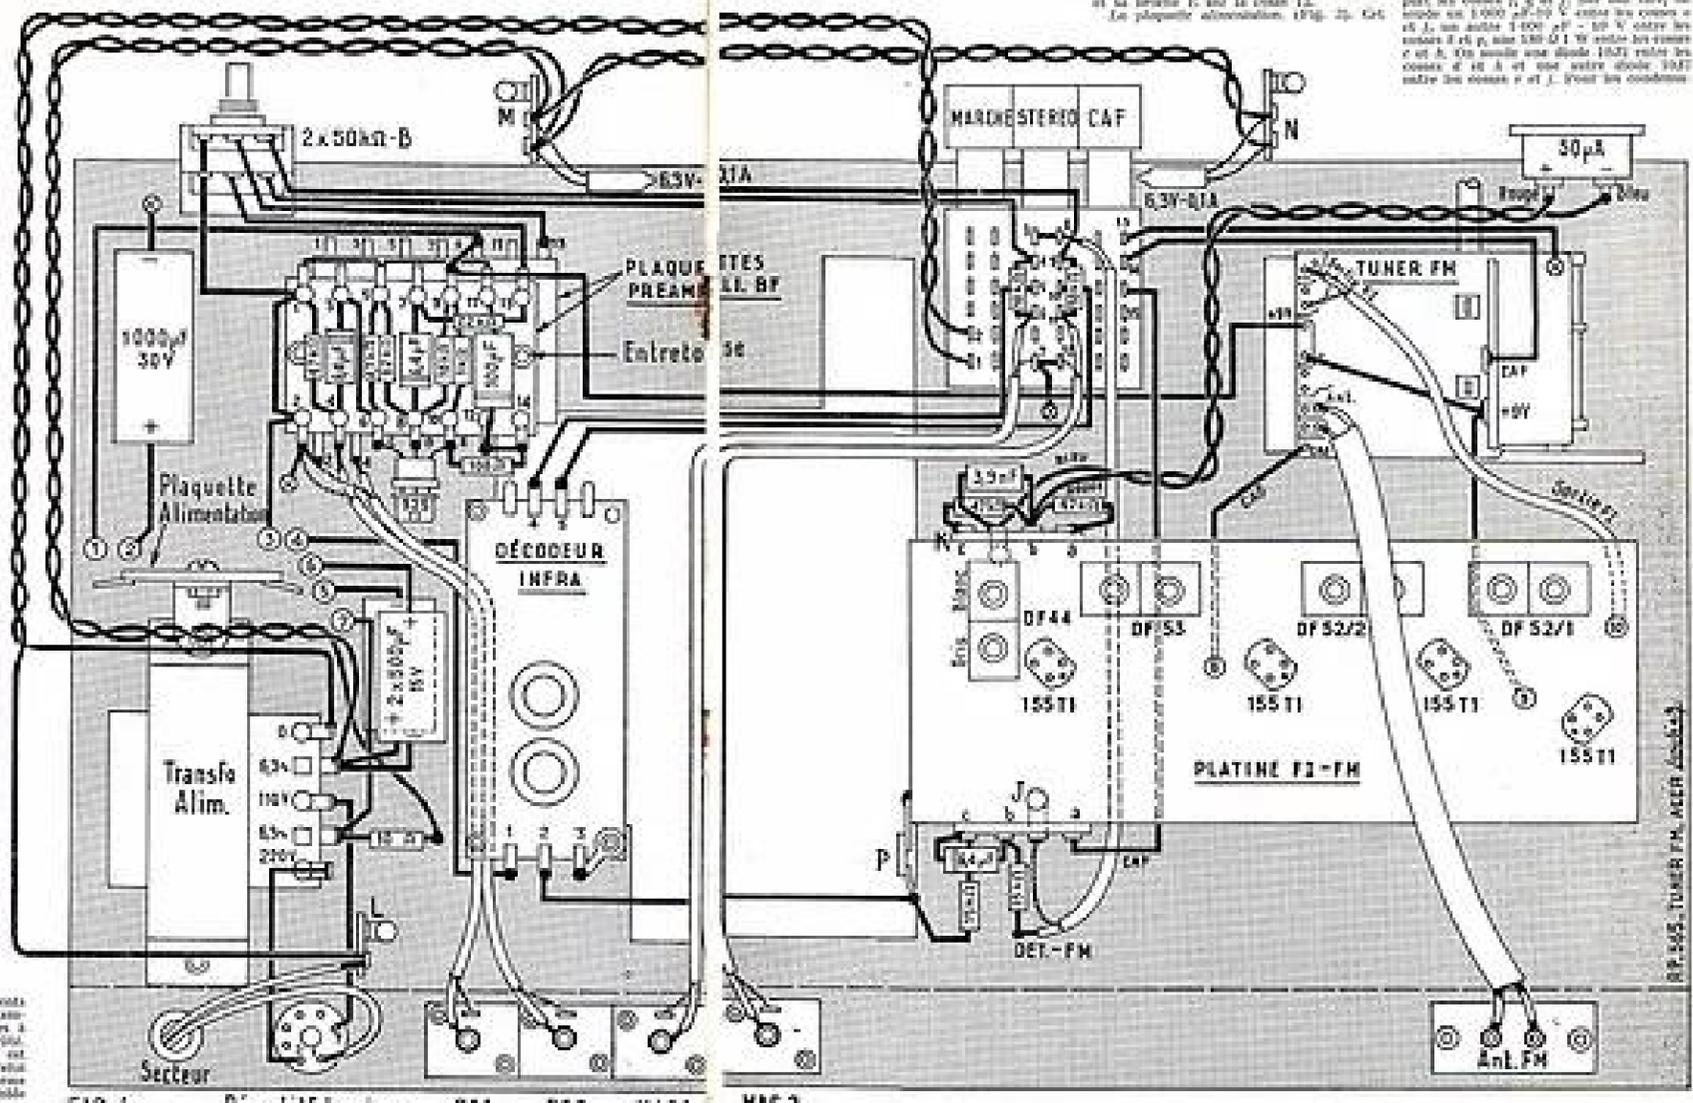
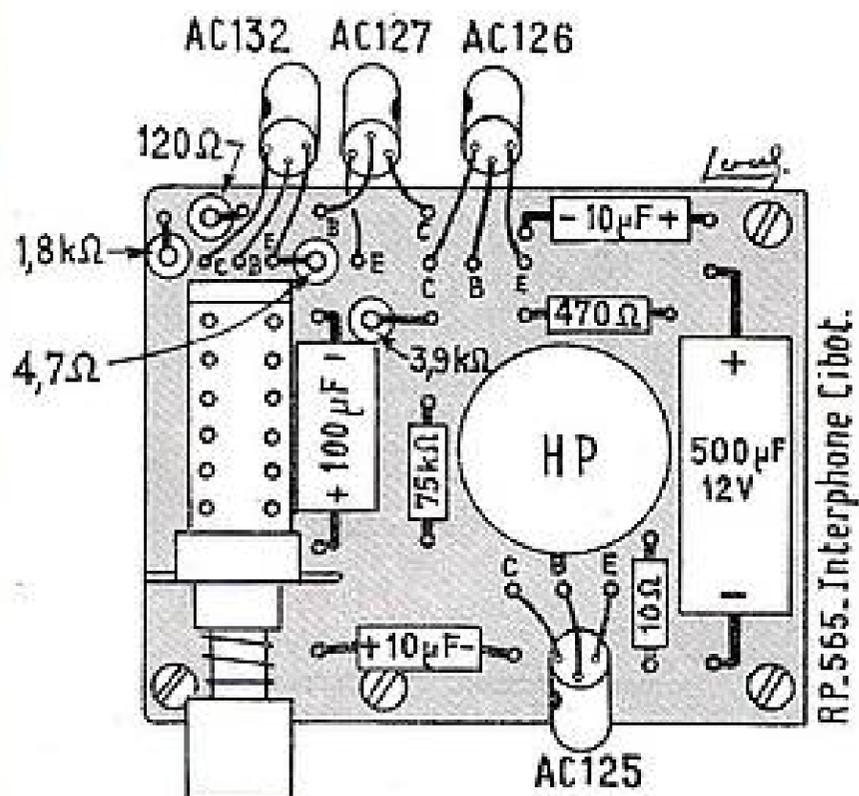

FIG. 4 Répartit. tensions BF 1 BF 2 HAG.1 HAG.2
FIG. 2. — Poste principal (vue dessus).
transfo DF52 (1) et (2) DF52 et DF48. L'orientation de ces éléments est indiquée par la couleur des bornes (voir Fig. 4). Sur cette base on introduit également les supports de condensateurs. La fixation des transfo FI d'après un schéma. Les points des bornes à la plaquette support. Sur l'autre face de cette plaquette on monte les différents éléments exactement dans la position indiquée sur le plan de la figure 2.
Les préamplificateurs BF. Ces éléments qui doivent être réalisés en deux exemplaires sont réalisés sur des plaquettes à quatre supports 2 broches du type 914. Le câblage d'une de ces plaquettes est visible sur le plan général figure 4, relié à l'autre plaquette des deux exemplaires à cette représentation. On relie ensemble les bornes 1, 2, 3 et 4.